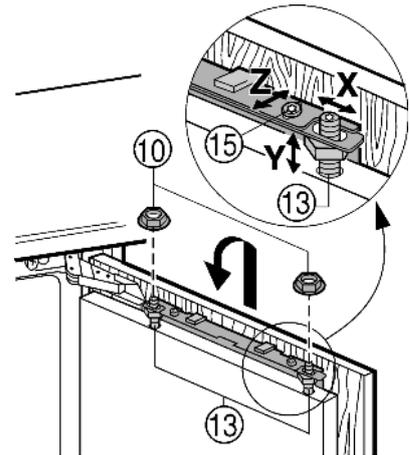

Fig. 16
- ▶ Appendere l'anta del mobile ai perni di regolazione Fig. 16 (13) e avvitare leggermente i controdadi Fig. 16 (10) sui perni di regolazione.
- ▶ Regolare l'altezza Y e l'inclinazione laterale dell'anta del mobile: Con un cacciavite regolare i Fig. 16 (13) perni di regolazione.
- ▶ Stringere i Fig. 16 (10) controdadi.